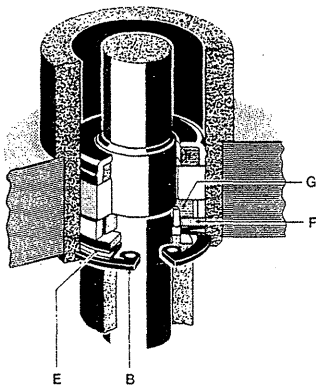

Fig. 4.4.-2
- Retirez prudemment l'arrêt de sécurité A par le côté; attention à la détente (fig. 4.4.-1). Retirez le rotor du moteur de cabestan par le bas.
Wird der Seegerring B herausgenommen, kann das Kunststoffstützlager ausgebaut werden (Fig. 4.4.-2).
— To remove the thrust bearing from its housing, remove spring clip B (fig. 4.4.-2). Take out cup washer E, low friction washer F and thrust bearing G.